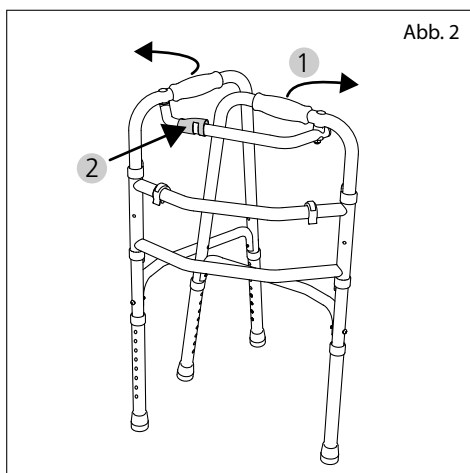

Abb. 2
3. Le dépliage du deuxième élément latéral (1, fig. 2) doit déclencher un déclic bien audible. Ceci signifie que la sécurité anti-pliage (2, fig. 2) est arrêtée. Vous pouvez contrôler ceci en jetant latéralement un coup d'œil dans l'élément en plastique du blocage anti-pliage. La tige à ressort doit dépasser nettement du tube.